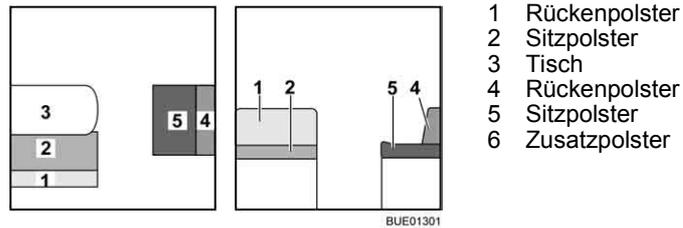
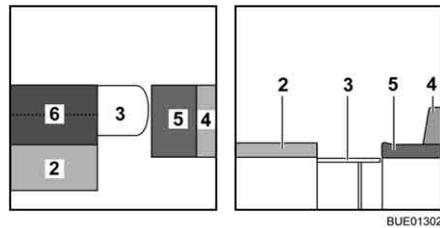

Bild 128 Vor dem Umbau
Bild 129 Während des Umbaus
- Tisch (Bild 128,3) zum Bettunterbau umbauen (siehe Abschnitt 6.11).
- Das Rückenpolster (Bild 128,1) abnehmen und beiseite legen.
- ▷ Je nach Modell kann das Rückenpolster (Bild 128,1) anstelle des Zusatzpolsters (Bild 129,6) verwendet werden.
- Das Zusatzpolster (Bild 129,6) aufklappen und auf den Tisch legen.